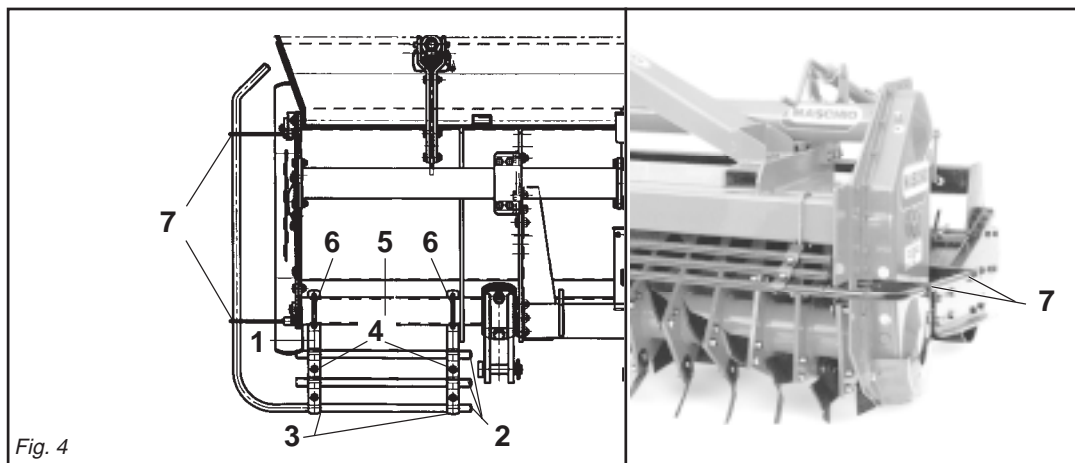

Fig. 4
- Il gruppo delle protezioni, composto dall'attacco (1 Fig. 4) che fa da fermo per i tubi (2 Fig. 4) bloccati dalla staffa (3 Fig. 4) e dalle viti (4 Fig. 4), è fissato al tubo quadro anteriore (5 Fig. 4) mediante i cavallotti (6 Fig. 4), e va posizionato uno a destra e uno a sinistra il più esternamente possibili.
- Lateralmente, su entrambe le fiancate, vanno fissate le viti delle protezioni sagomate (7 Fig. 4).
- *The protection unit, consisting of the coupling (1 Fig. 4) that acts as a clamp for the pipes (2 Fig. 4) locked by the bracket (3 Fig. 4) and by the screws (4 Fig. 4), is fixed to the square front pipe (5 Fig. 4) by the U-bolts (6 Fig. 4) and should be positioned as far outwards as possible, one on the right and the other on the left.*
- *The shaped protections should be fixed laterally with screws to both the sides (7 Fig. 4).*
- Die Gruppe der Schutzvorrichtungen, die sich aus dem Anschluß (1 Abb. 4), der zur Arretierung für die Rohre (2 Abb. 4) dient, die durch den Bügel (3 Abb. 4) blockiert werden, und den Schrauben (4 Abb. 4) zusammensetzt, wird am vorderen Vierkantröhr (5 Abb. 4) mit den U-Bolzen (6 Abb. 4) befestigt. Eine davon ist rechts und eine links, so weit wie möglich außen anzubringen.
- Seitlich auf den beiden Seitenteilen sind die geformten Schutzteile (7 Abb. 4) mit Schrauben zu befestigen.
- *Le groupe des protections, comprenant l'attelage (1 Fig. 4) qui sert de butée pour les tubes (2 Fig. 4) bloqués par la bride (3 Fig. 4) et par les vis (4 Fig. 4), est fixé au tube carré avant (5 Fig. 4) par des crampons (6 Fig. 4). Positionner une protection à droite et une à gauche, le plus possible à l'extérieur.*
- *Les protections galbées doivent être fixées latéralement, des deux côtés avec les vis des protections (7 Fig. 4).*
- El grupo de las protecciones, compuesto por la conexión (1 Fig. 4) que funciona como bloqueo de los tubos (2 Fig. 4) bloqueados a su vez por el soporte (3 Fig. 4) y por los tornillos (4 Fig. 4), está fijado en el tubo cuadrado anterior (5 Fig. 4) mediante los pernos de U (6 Fig. 4) y debe ser emplazado uno a la derecha y uno a la izquierda lo más externamente posible.
- Lateralmente, sobre ambos lados, debemos fijar mediante los tornillos las protecciones molduradas (7 Fig. 4).